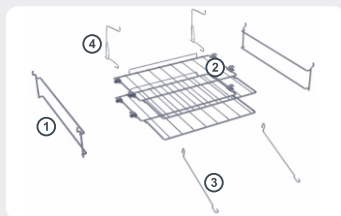
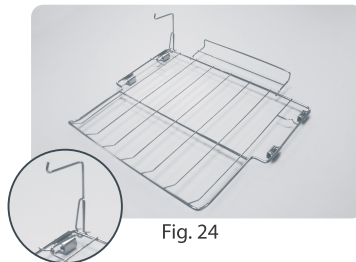

Fig. 19
Fig. 24
- 1 | Pegue uma presilha (Fig. 19) e encaixe-a no arame traseiro da prateleira, de acordo com o detalhe da Fig. 24.